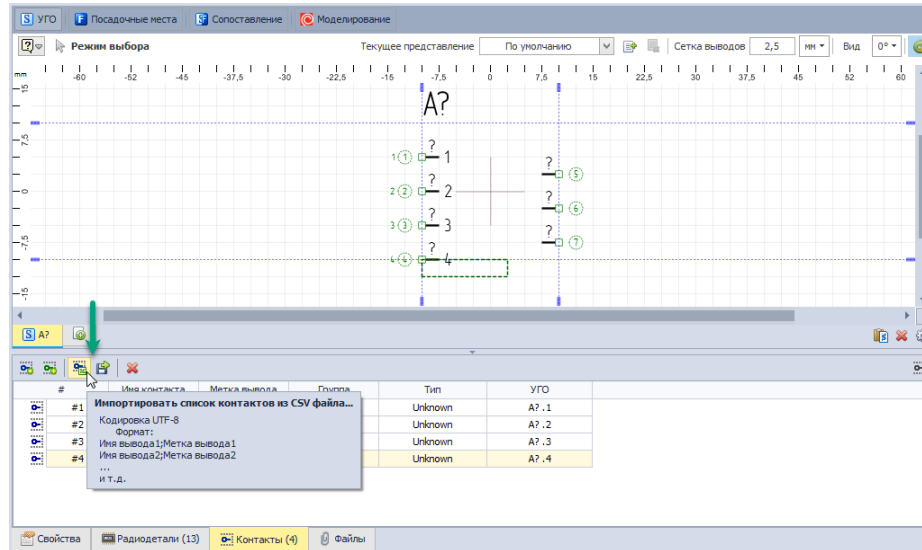

Рис. 281 Импорт контактов
1. Нажмите на кнопку «Импортировать список контактов из CSV файла...», обозначенную значком  на панели инструментов закладки «Контакты», см. Рис. 281.